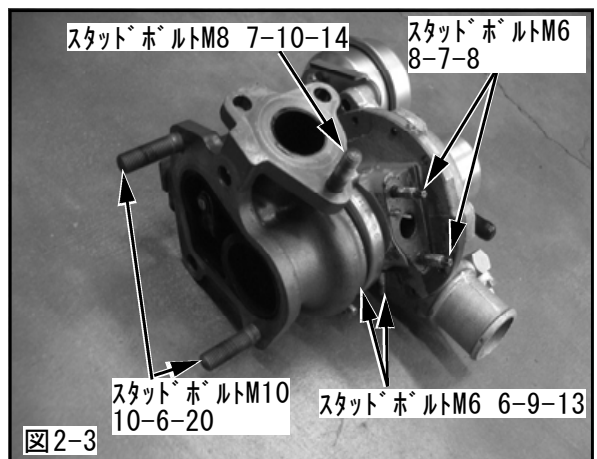

図2-3
- (2) スタッドボルトM10 10-6-20, スタッドボルトM8 7-10-14をターボチャージャAssyに取付けてください。(図2-3)
- (3) スタッドボルトM6 9-12-9, スタッドボルトM6 8-7-8をターボチャージャAssyに取付けてください。(図2-3)